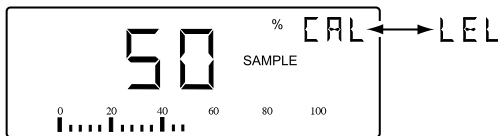

Figura B-7 Visor 50% LEL
9) O visor do instrumento agora retornará ao visor do modo CAL, como mostrado na Figura B-7.